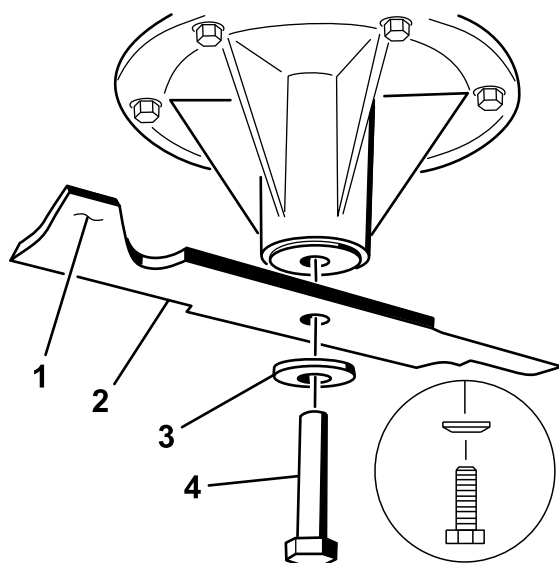

Figura 103
1. Instale a lâmina no eixo (Figura 103).
2. Instale o disco de mola e o parafuso da lâmina (Figura 103).